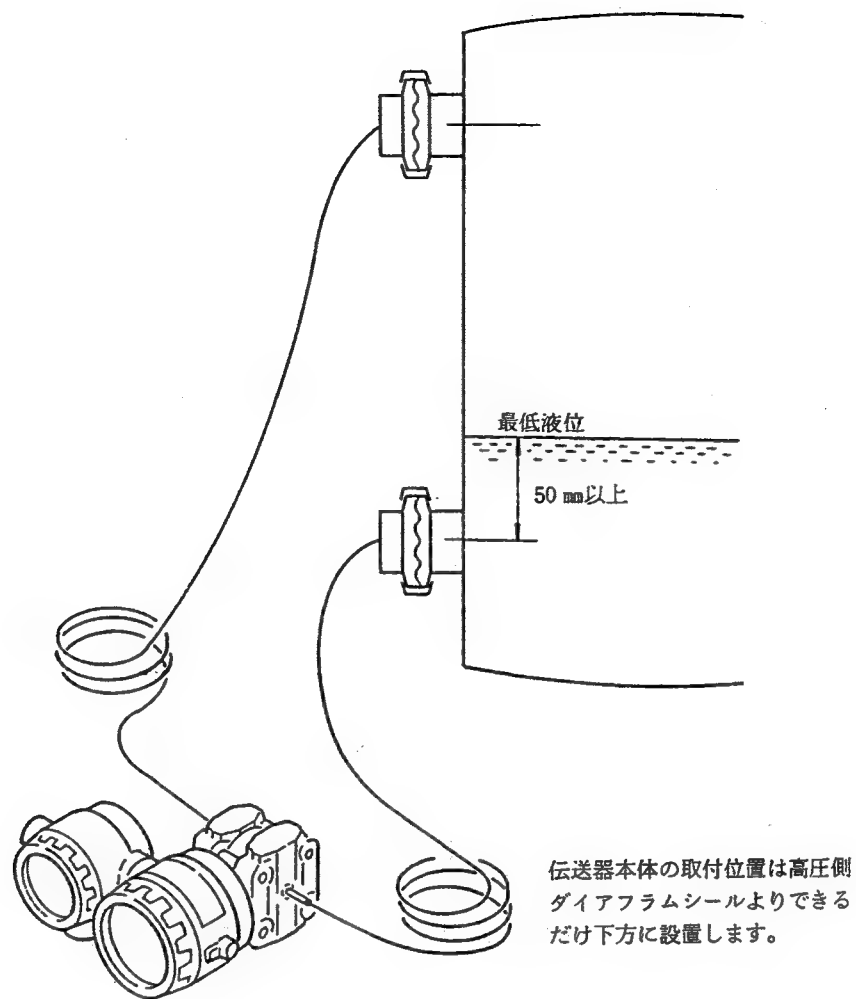

図 4.10 UNE11 形ダイアフラムシール取付
1. 高圧側ダイアフラムシールの取付け位置は、最低液位より 50 mm 以上、下になるように取付けてください（図 4.10 参照）。